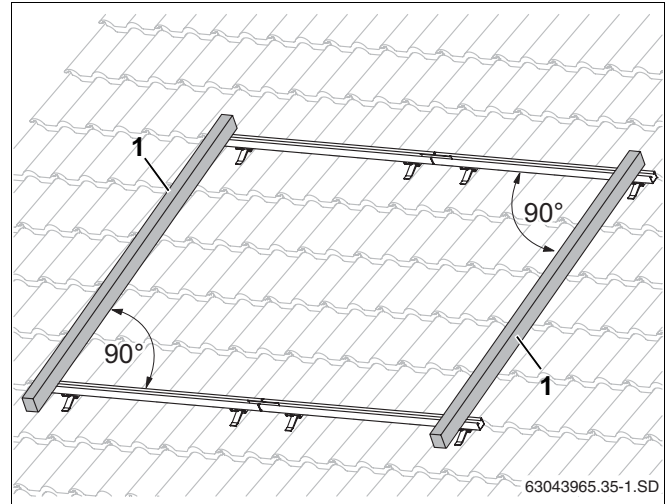

Bild 33 Justera profilskenor
- ▶ Justera den övre och undre profilskenan så att de ligger rakt i sidled respektive vågrätt (bild 33, använd vattenpass).
Mät diagonalerna eller lägg t.ex. en takregel (bild 33, **pos. 1**) vid profilskenornas ändar. Vinkeln mellan takregel och profilskena måste vara 90°. Justera profilskenorna med de längsgående hålen.